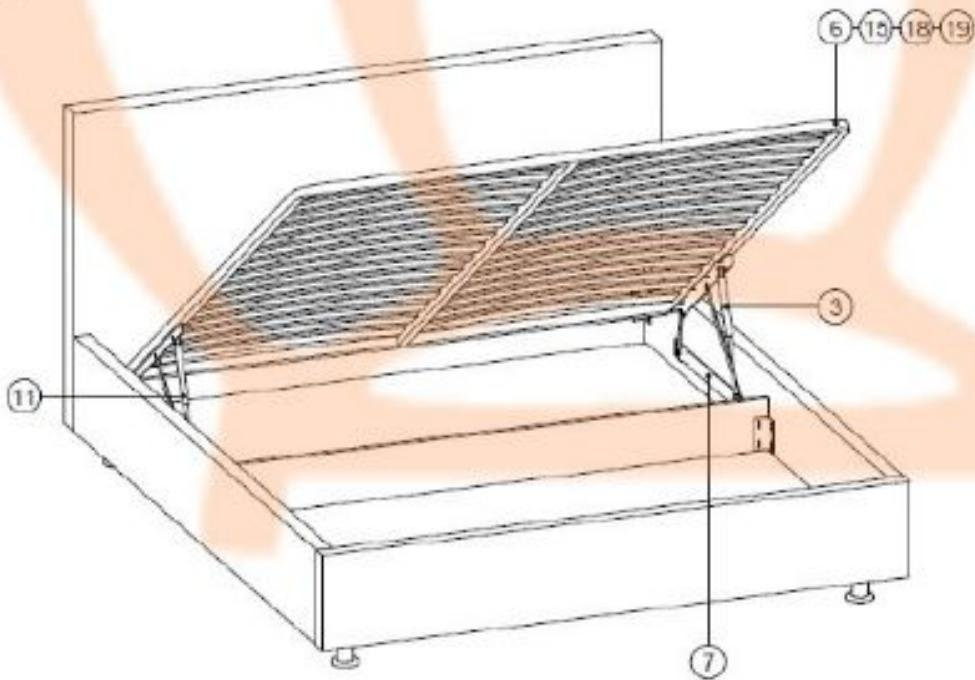

Рис. 5
Закрепите металлическую раму ортопедического основания (6) к правому и левому подъёмным механизмам (7), установленным на боковых царгах (2), с помощью болтов М6×50 (18) и гаек М6 (19) через шайбы М6 (15) (см. рис.5)
Установите два газовых амортизатора (8) в левый и правый подъёмные механизмы (7), (см. рис.5)